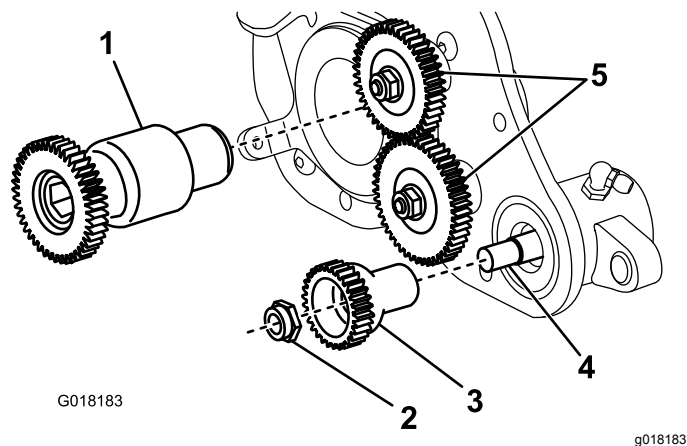

Figura 30
5. Retire la contratuerca con arandela prensada que sujeta el engranaje arrastrado al extremo del eje del groomer (**Figura 30**). Retire el engranaje.
6. Retire el engranaje motor del eje del molinete (Figura 30).